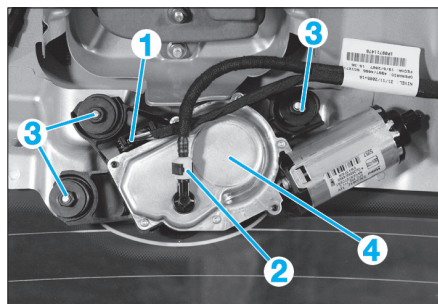

Fig. 77
- Débrancher le connecteur (1) (Fig.77).
- Déverrouiller le flexible de la canalisation de lave-vitre (2).
- Déposer les écrous (3).
- Retirer le moteur (4) du hayon.